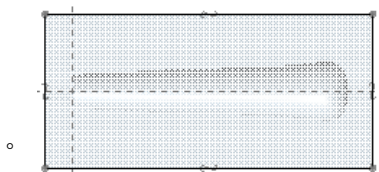

图 2.4.7 截面草图
③ 定义草绘参考。此时系统弹出的“参考”对话框，在模型树中选取 NC_ASM_TOP 基准面和 NC_ASM_FRONT 基准面为草绘参考，单击 **关闭(C)** 按钮。
④ 绘制截面草图。使用 **投影** 命令绘制图 2.4.7 所示的截面草图。完成特征截面的绘制后，单击工具栏中的“确定”按钮 。